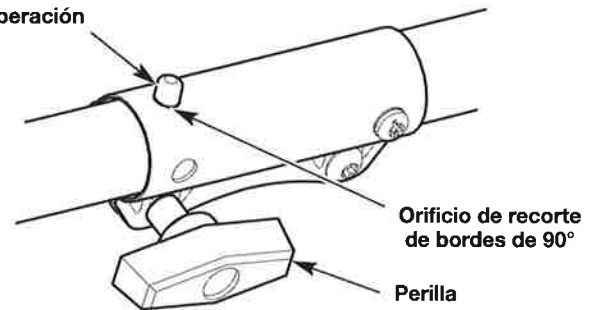

Fig. 22
1. Gire la perilla en el sentido contrario a las agujas del reloj para aflojar el acoplador (Fig. 22).
2. Oprima y mantenga apretado el botón de liberación (Fig. 22).
3. Rote el accesorio hasta que el botón de liberación entre a presión firmemente dentro del orificio de rebordes de 90° (Fig. 22).
4. Gire la perilla en el sentido de las agujas del reloj para apretar el acoplador (Fig. 22).